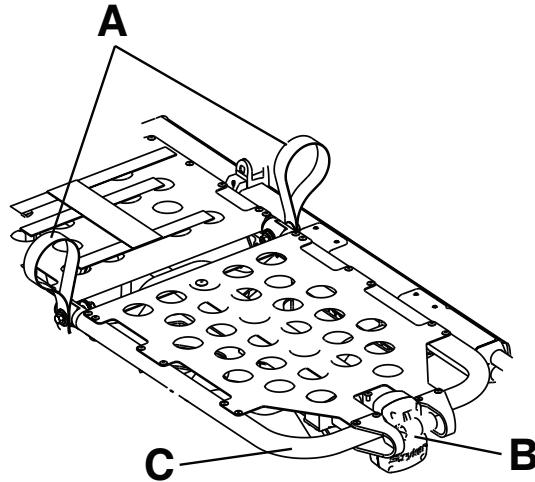

Abbildung 9 – Knieeilverstellung
1. An einer der roten Hebeschlaufen (A) ziehen, bis sich die Knieteilverstellung in der höchsten Stellung befindet (Abbildung 9).
Zum Absenken der Knieteilverstellung an einer der roten Hebeschlaufen (A) ziehen, um den Verriegelungsmechanismus zu entlasten. Die Schleife festhalten und auf den roten Entriegelungsgriff (B) der Fußstütze drücken, bis sich die Stützhalterung löst (Abbildung 9). Die Knieteilverstellung in die flache Position absenken.
Um die Knieteilverstellung in einer Trendelenburg-Position anzuheben, den Rahmen der Fußstütze (C) so weit wie möglich anheben, bis der Rahmen arretiert (Abbildung 9). Die Stützhalterung fixiert automatisch, wenn der Rahmen entriegelt wird.
Um die Knieeilverstellung in einer Trendelenburg-Position abzusenken, den Rahmen der Fußstütze (C) anheben und bei festgehaltenem Rahmen den roten Entriegelungsgriff (B) der Fußstütze anheben, bis der Rahmen die Stützhalterung freigibt (Abbildung 9). Die Fußstütze in die flache Position absenken.